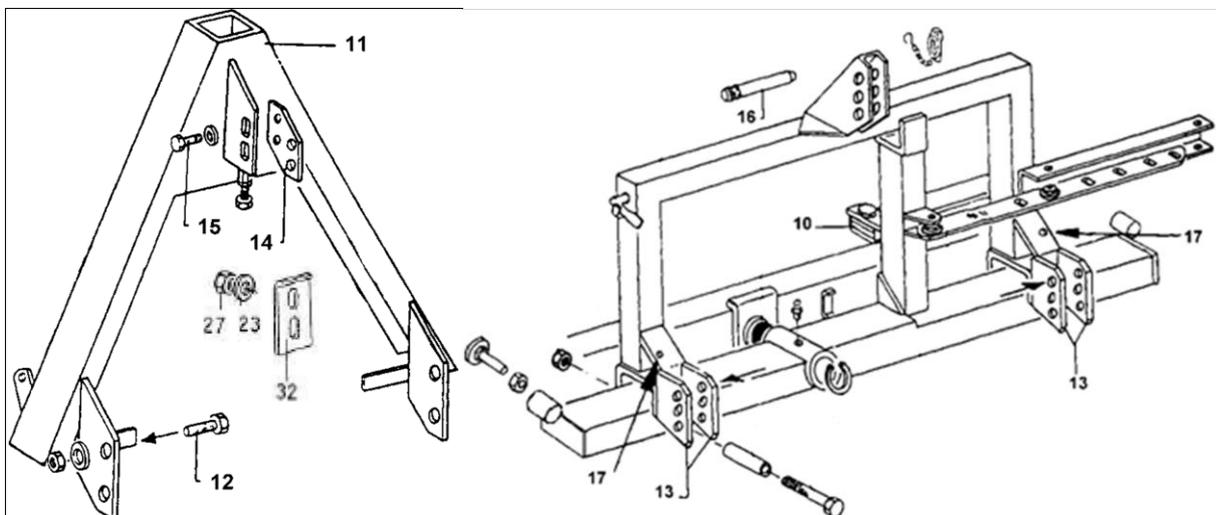

Abb. 32
Aufnahmendreieck (11) mit 2 Schrauben M20 x 45 (12) an den Unterlenkeranschlußplatten (13) des Anhängerbockes (4) lose anschrauben. Schrauben (12) in Pfeilrichtung durch obere Bohrungen führen (Abb. 32). Gewindelasche (14) mit 2 Schrauben M16 x 30 (15) lose am Aufnahmendreieck (11) anschrauben und mittels Oberlenkerbolzen (16) mit Anhängerbock (4) verbinden. Anschließend Schrauben festziehen. Die Gewindelasche (14) ist auch umgedreht verwendbar. Das Aufnahmendreieck kann in der Höhe mehrfach verstellt werden. Das Rastblech (32) befestigen und nach Anbau des Kuppeldreiecks möglichst spielfrei auf den Verriegelungsbolzen einstellen.